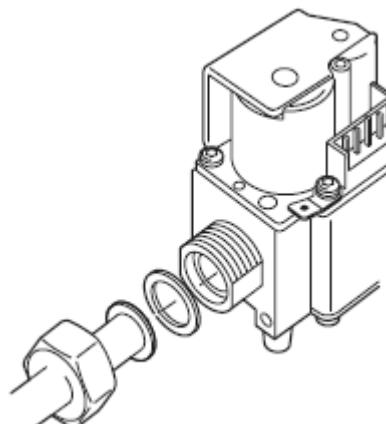

Рис. 4. Наружное резьбовое соединение с гайкой и уплотнительным кольцом
① С помощью гайки 1/2" и плоского уплотнительного кольца для 14-мм трубы (рис. 4)
② С помощью гайки 1/2" и плоского уплотнительного кольца для 15-мм трубы (рис. 4)
⑤ С помощью гайки 3/4" и плоского уплотнительного кольца для 15-мм трубы (рис. 4)
⑥ С помощью гайки 3/4" и плоского уплотнительного кольца для 18-мм трубы (рис. 4)